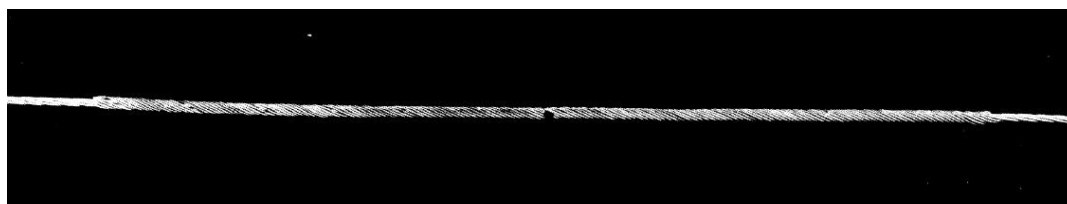

Рис. 3.
8. Установка ремонтного зажима завершена. Общий вид смонтированного ремонтного зажима на проводе (см. рис. 3).